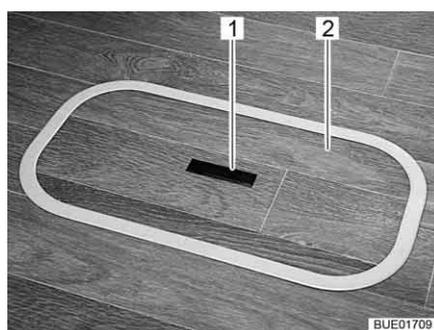
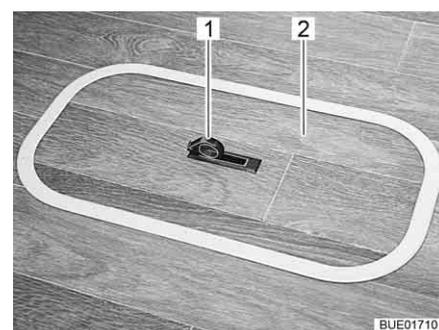

Fig. 48 Couvercle compartiment dans le plancher (poignée encastree)
Fig. 49 Couvercle compartiment dans le plancher (poignée pivotée vers l'extérieur)
- Pousser la plaque de la poignée (Fig. 48,1) vers le bas d'un côté. La poignée (Fig. 49,1) pivote vers le haut.
- Tirer le couvercle (Fig. 48,2 et Fig. 49,2) vers le haut pour le retirer.